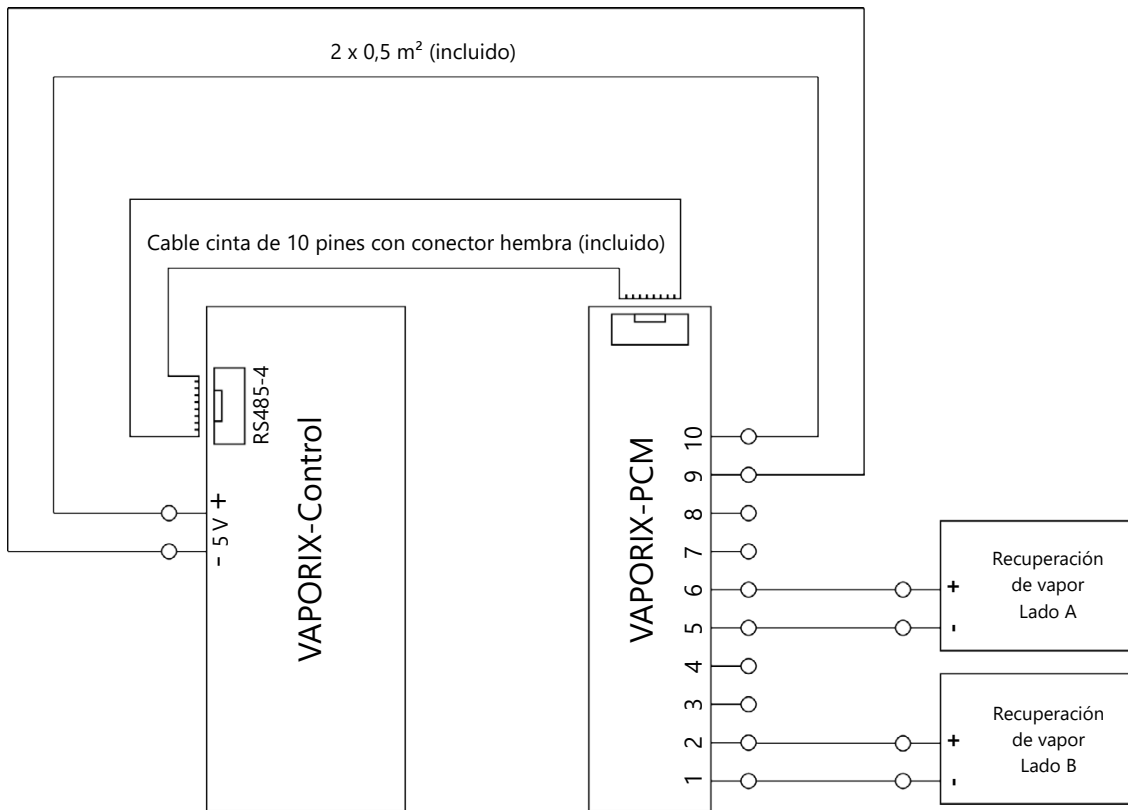

Imagen 3: Cableado
- El cableado del VAPORIX-PCM con la VAPORIX-Control y el sistema de recuperación de vapor se debe realizar de acuerdo con la imagen 3. Los tornillos de los bornes de conexión del VAPORIX-PCM están asegurados contra desprendimientos. Para la conexión, utilice un destornillador con el ancho de hoja acorde de no más de 2,3 mm, dado que un destornillador demasiado grande puede dañar o destruir estos seguros mecánicos.
- Como alternativa de las salidas TTL usadas en la imagen 3, también se pueden producir impulsos galvánicamente separados de tensión superior por medio de salidas de optoacopladores (se requieren resistencia externa y fuente de tensión). Para evitar daños en el VAPORIX-PCM, no se deben superar la tensión máxima de conexión de 28 V y la corriente máxima de conexión de 10 mA. Para esta opción, se debe realizar una consulta previa con el fabricante del sistema de recuperación de vapor o del surtidor.